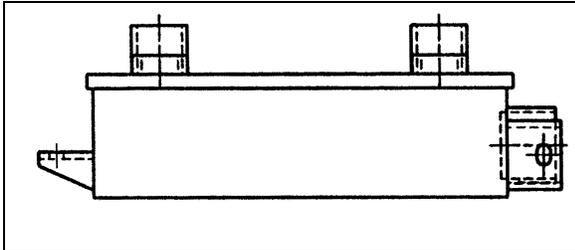

FIGURA 8: ENFRIADOR CON RETARDADOR (07073)
2. Desconecte las dos mangueras de la transmisión, del enfriador de aceite. Cubra los extremos y accesorios de la cubierta para evitar contaminación de fluido (Figura 8).